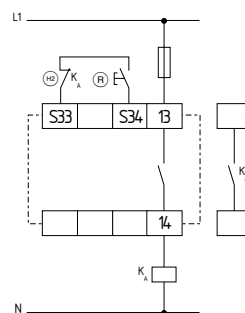

Fig. 8
**Circuito de un solo canal con circuito de realimentación (véase fig. 8)**